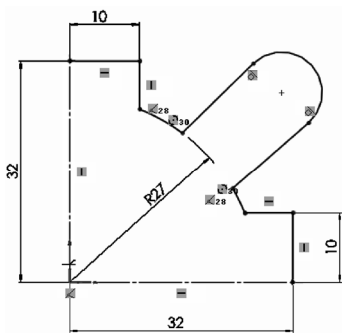

图 2-105 裁剪图形
6) 裁剪图形。单击“草图”控制面板中的 (裁剪实体) 按钮, 修剪多余圆弧, 裁剪图形如图 2-105 所示。